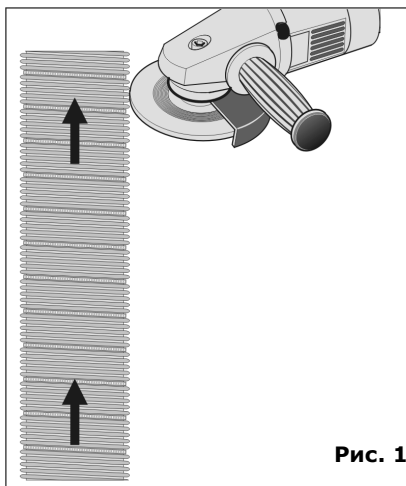

Рис. 1
9.	Отрежьте необходимый отрезок облицовки при помощи пилы или отрезного устройства (см. рис. 1). Зашлифуйте неровности края облицовки. Облицовка не должна колотиться или иметь поврежденный край. Помните, что край облицовки должен быть обработан должным образом.